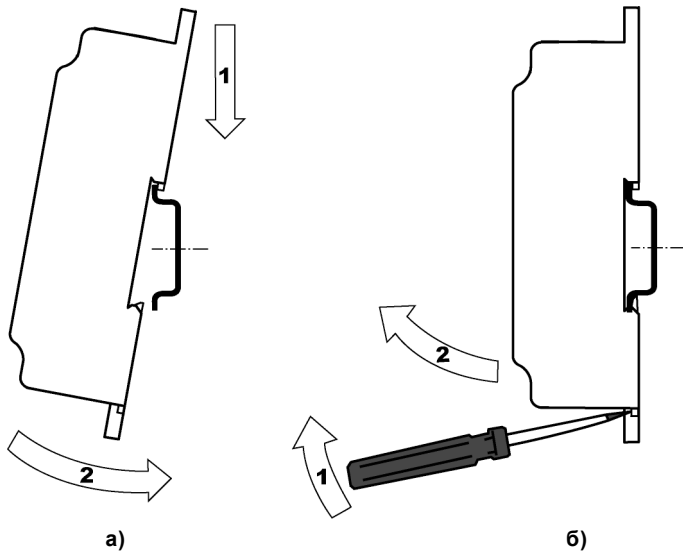

Рисунок 6.1 – Монтаж контроллера с креплением на DIN-рейку
4. Для съема контроллера с DIN-рейки в проушину защелки вставляется острое отвертки (см. рисунок 6.1, б), и защелка отжимается по стрелке 1, после чего контроллер отводится от DIN-рейки по стрелке 2.